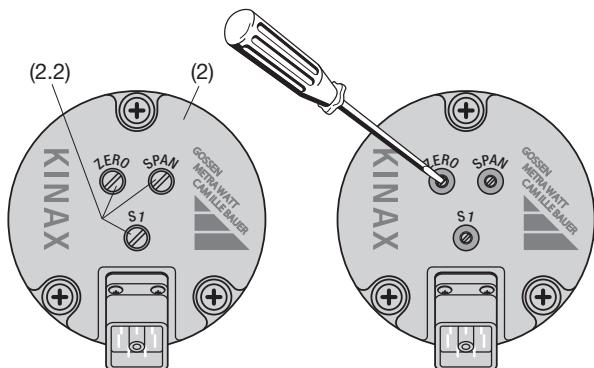
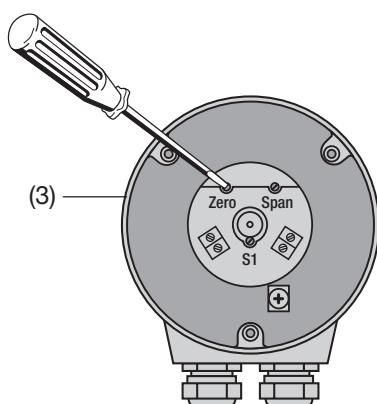

Fig. 12. Partie arrière (2) avec les éléments d'ajustage «ZERO», «SPAN» et «S1».
Fig. 13. Partie arrière (3) avec les éléments d'ajustage «ZERO», «SPAN» et «S1».
- ... avec **connecteur à fiche** enlever les joints à vis ZERO/SPAN (2.2), (Fig. 12, à gauche).
Ensuite tourner à l'aide d'un tournevis horloger (\varnothing 2,3 mm) le potentiomètre «ZERO» (Fig. 12, partie à droite ou Fig. 13) pour obtenir la valeur désirée précise du courant de sortie.
Les convertisseurs angulaires avec une étendue de mesure > 150° comportent pour l'inversion du sens de rotation un commutateur marqué (Fig. 12 et Fig. 13).
- ... avec **connecteur à fiche** enlever le joint à vis S1 (2.2), (Fig. 12, à gauche).